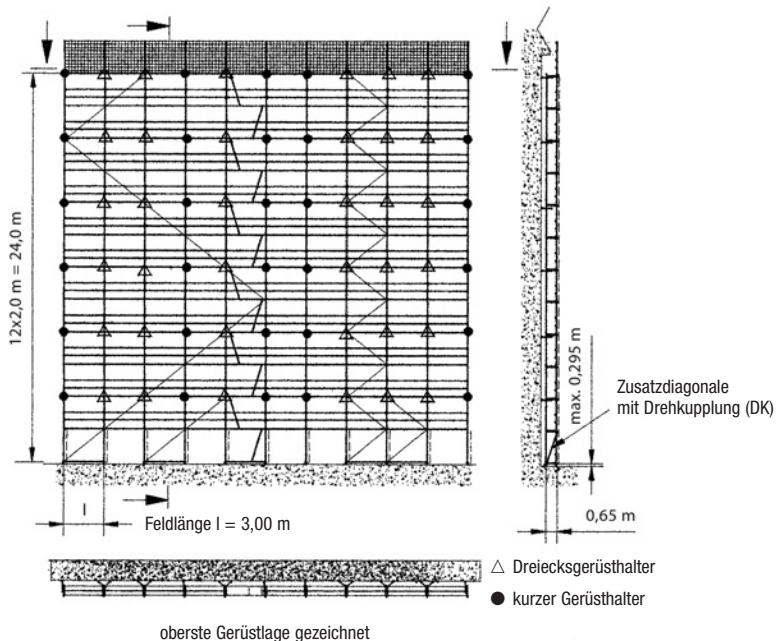

Bild 21
- weiterer Aufbau wie in Bild 21 dargestellt (einschließlich Netze)